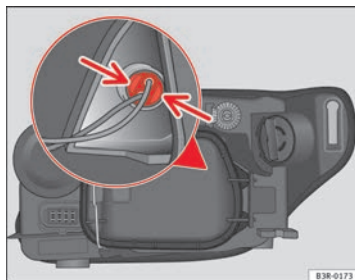

Abb. 197 Standlicht
- Leichten Druck auf die Laschen des Lampenträgers ⇒ Abb. 197 ausüben und zum Deckel hin ziehen (kann auch durch Ziehen an den Kabeln des Lampenträgers entnommen werden).